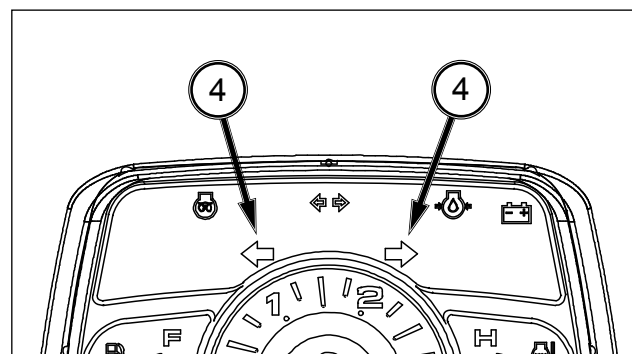

FIG. 42
FIG. 42 : Les témoins des clignotants s'allumeront dans la rangée de témoins (4) lorsque vous enclenchez les clignotants gauche et droit. Cela indique facilement au conducteur que les feux de détresse sont actifs.